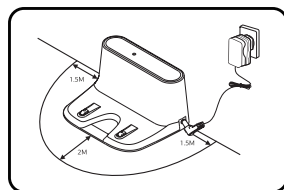

Рис. 1
6. Установите зарядную станцию на ровной твердой поверхности у стены и подключите ее к сети. Расположите провод таким образом, чтобы пылесос в нем не запутался. Убедитесь, что вокруг станции достаточно свободного пространства (Рис. 1).